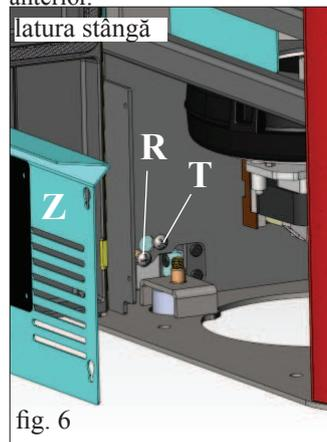

fig. 6
Verificați alinierea verticală a laturilor de ceramică (C) și efectuați eventualele reglări cu ajutorul șuruburilor, poziționate deasupra părții de sus (V - fig. 5) și în interiorul sobei prin intermediul șuruburilor (R - fig. 6/7)
**N.B.: înainte de a efectua operațiunea, scoateți panoul zincat (Z - fig. 6/7) de pe ambele laturi și desfaceți șuruburile de fixare (T - fig. 6/7).**